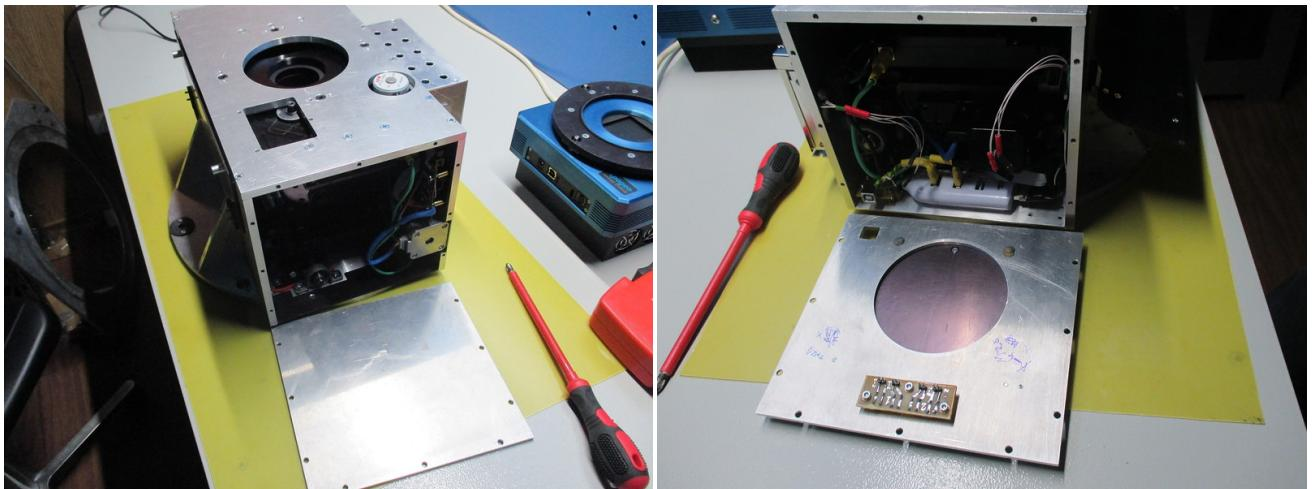

Рис. 15: Боковые крышки сняты.
2. Снять боковые крышки (см. рис. 15). Во время съема левой крышки (с боковым люком) отключить провода управления линейными трансляторами от панели с кнопками.